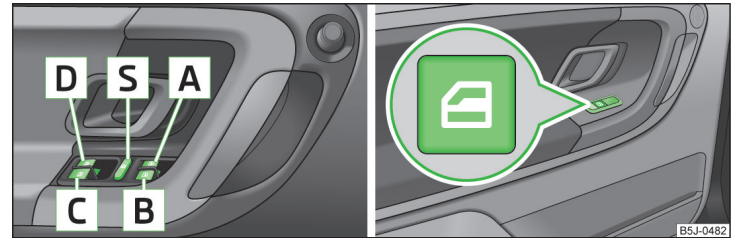

Fig. 37 Tastele din portiera șoferului/ portierele spate
- Când se transportă pe locurile din spate persoane care nu sunt complet independente, de ex. copii, vă recomandăm să scoateți din funcțiune comutatoarele din portierele din spate (comutatorul de siguranță) **S** » fig. 37 la pagina 55.
- După decuplarea contactului, geamurile mai pot fi deschise sau închise cca. 10 minute. După deschiderea portierei șoferului și a pasagerului din față, geamurile se mai pot opera numai cu tasta **A** » fig. 37 la pagina 55.
Tastele macaralelor geamurilor » fig. 37.
Prin apăsarea comutatorului de siguranță  » fig. 37, puteți scoate din funcțiune tastele acționării geamurilor din portierele din spate. Apăsând încă o dată comutatorul de siguranță , puteți restabili funcționarea tastelor acționării geamurilor din portierele din spate.
- Mențineți tasta  » fig. 37 la pagina 55 în poziție de deschidere.
- Mențineți tasta  » fig. 37 la pagina 55 în poziție de închidere.